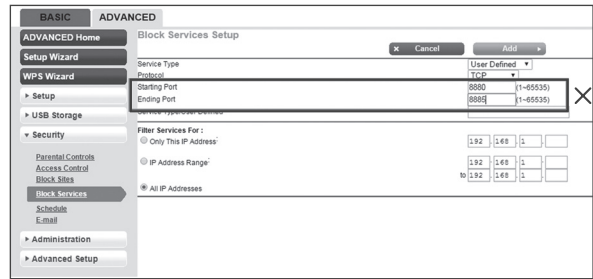

Fig. 3
7. Certifique-se de que a porta 8883 TCP está aberta. Se estiver bloqueada (Ver Fig.3), modifique a definição.